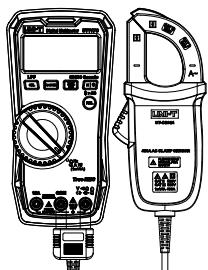

Figure 8
6. Mesure de la diode (Figure 8)
7. Mesure de la capacitance (Figure 8)